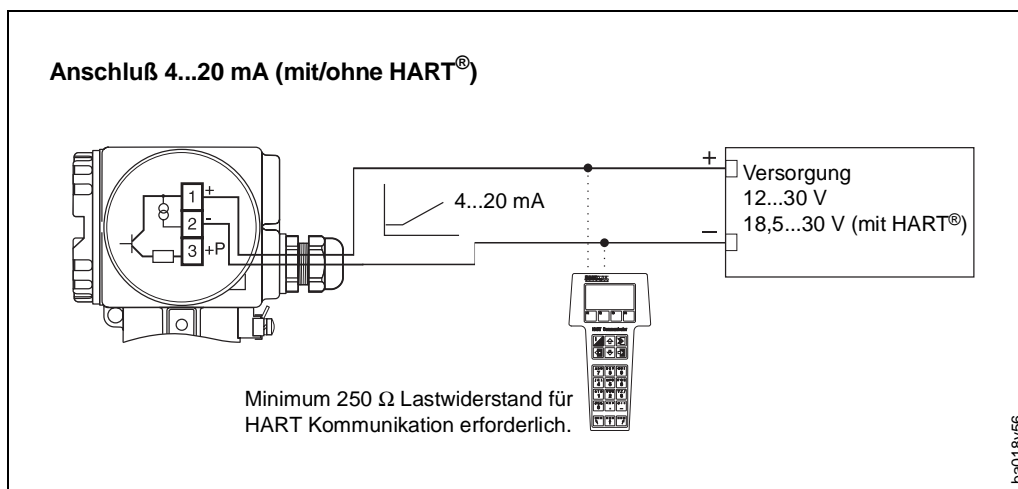

Abb. 17:
3. Verdrahtung gemäß den elektrischen Anschlußplänen vornehmen (siehe Anschlußbild im Schraubdeckel oder Abb. 17, 18, und 19).